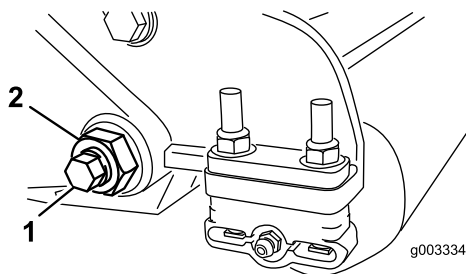
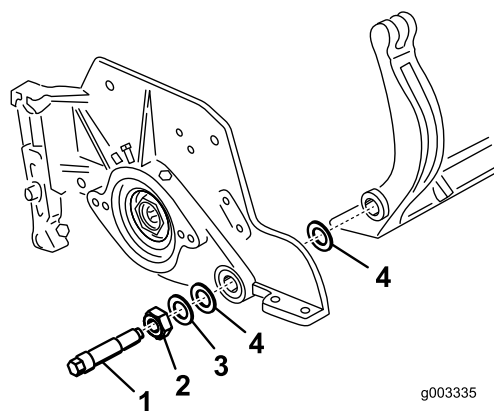

Рисунок 30
Рисунок 31
- С каждой стороны машины ослабьте контргайку, крепящую болт планки неподвижного ножа (Рисунок 30).
- Отверните все болты планки неподвижного ножа, чтобы можно было потянуть планку вниз и снять с болта машины (Рисунок 30). Не забудьте о наличии двух нейлоновых шайб и одной штампованной стальной шайбы с каждой стороны планки неподвижного ножа (Рисунок 31).
- На нейлоновые шайбы установите стальные шайбы (Рисунок 31).